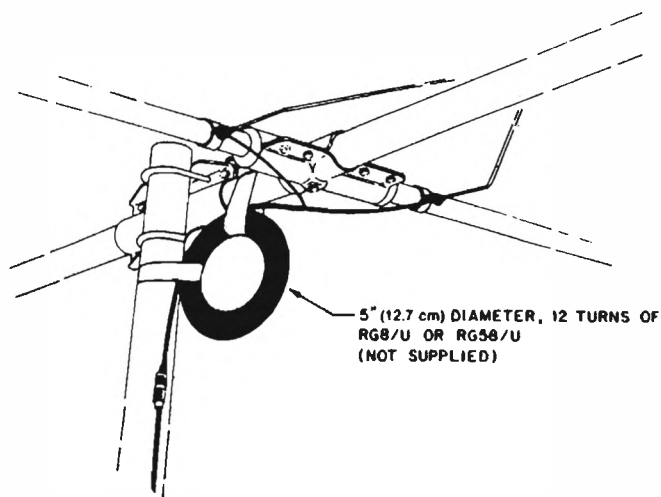

figura 1
In figura 1 viene consigliato dalla *hy-gain* un balun costituito da 12 spire di RG-8 avvolte su un diametro di 127 millimetri.
- 4) La calza del cavo B deve essere saldata al centrale del cavo A, e questa sarà la prima uscita; la seconda uscita sarà la calza del cavo A. Non vi è necessità di altre spiegazioni: la figura 5 è molto chiara. Fornendo radiofrequenza all'ingresso, all'uscita avremo rispetto massa, cioè unione di cavi A e B, una tensione a RF pressoché uguale ma in opposizione di fase adatta per alimentare un sistema radiante a ingresso simmetrico. Il principio tra questo balun e quello di figura 1 è praticamnete lo stesso, solo che quello consigliato dalla **hy-gain** non possiede la linea di compen-
sazione (cavo B, figura 5) quindi non è fornito di qualità proprio eccellenti. Per ricollegarmi al discorso fatto all'inizio, nel caso della figura 5 la costruzione non è molto immediata come quella della figura 1; non tutti coloro che comperano le antenne hanno la volontà, la pazienza e predisposizione per fare anche i lavori più semplici (non me ne vogliono).